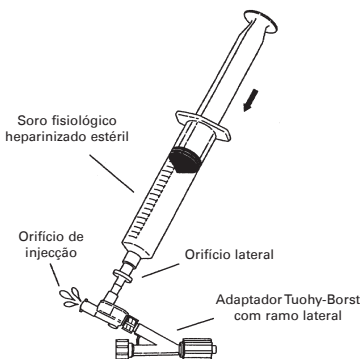

Fig. 2
4. Ligue a válvula de segurança unidireccional dupla ao adaptador Tuohy-Borst transparente. Deve fechar totalmente a válvula Tuohy-Borst. Ligue uma seringa de 20 ml cheia de soro fisiológico heparinizado ao orifício lateral do adaptador da válvula de segurança unidireccional dupla e purgue lentamente o ar pelo orifício de injeção. (Fig. 2)